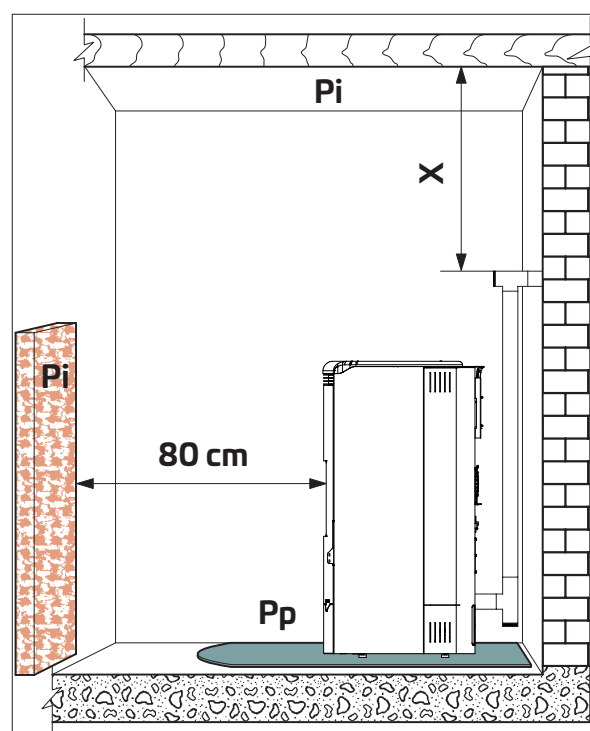

Fig. 5.3
Si ricorda di rispettare la distanza minima dai materiali infiammabili (X), riportata sulla targhetta identificativa dei tubi usati per realizzare il camino (Fig. 5.3).